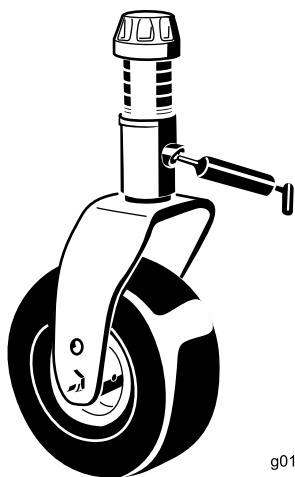

Рисунок 45
- Втулка вала вилки поворотного колеса (1 шт.) (Рисунок 45)